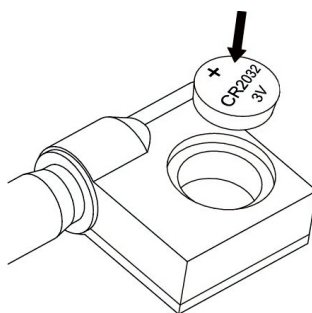

Abb. 2
- » Setzen Sie die CR2032-Batterie in das Fach ein und stellen Sie sicher, dass der Pluspol (+) nach außen zeigt (Abb. 2).